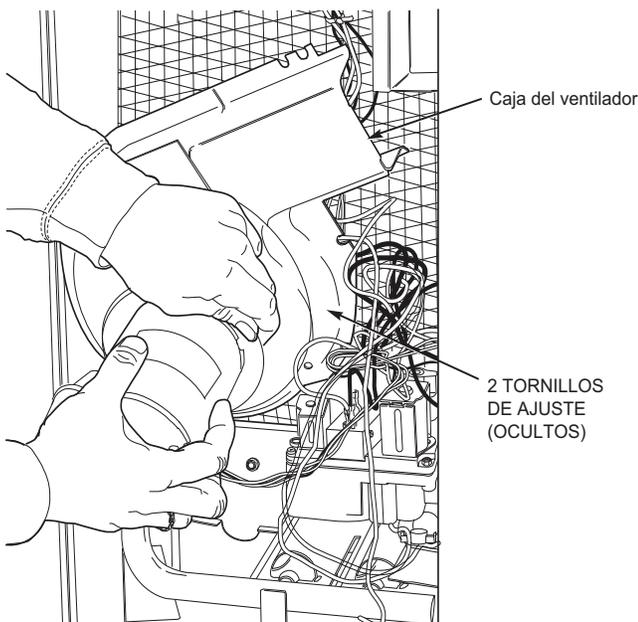

Fig. 19 – Extracción del motor y la rueda del ventilador
3. Deslice el conjunto fuera de la unidad. (Consulte la Fig. 19). Limpie la rueda del ventilador. Si se requiere una limpieza adicional, continúe con los pasos 4 y 5.